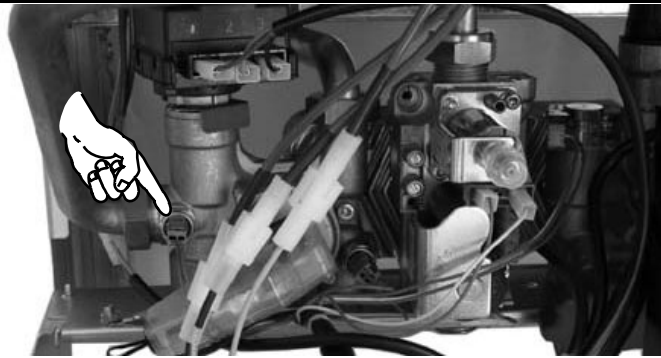

Fig. 7.1
1. Cut the electrical power off the NTC heating temperature probe (examples Fig. 7.1)
1. Электрически отсоединить пробник температуры отопления NTC (например Fig. 7.1)
- Reconnect the electrical power of the NTC heating probe (examples Fig. 7.1).
- Электрически подсоединить пробник температуры отопления NTC (например Fig. 7.1).